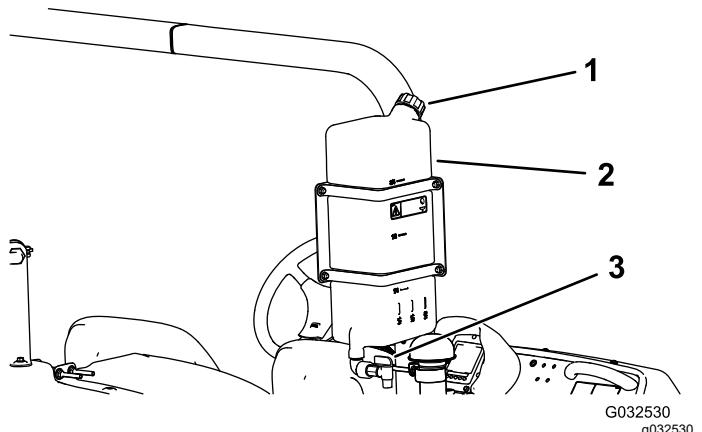

Figure 29
- Pour remplir le réservoir, dévissez le bouchon situé sur le dessus, remplissez-le d'eau douce puis remettez le bouchon en place (Figure 29).
- Pour ouvrir le robinet du réservoir d'eau douce, tournez le levier sur le robinet (Figure 29).